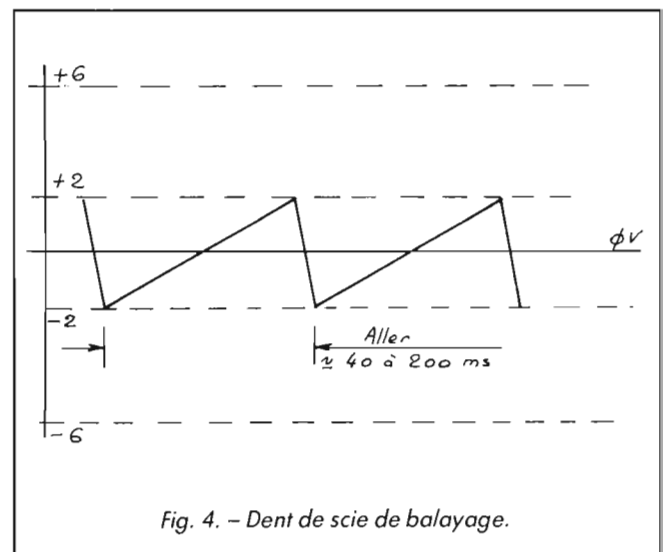
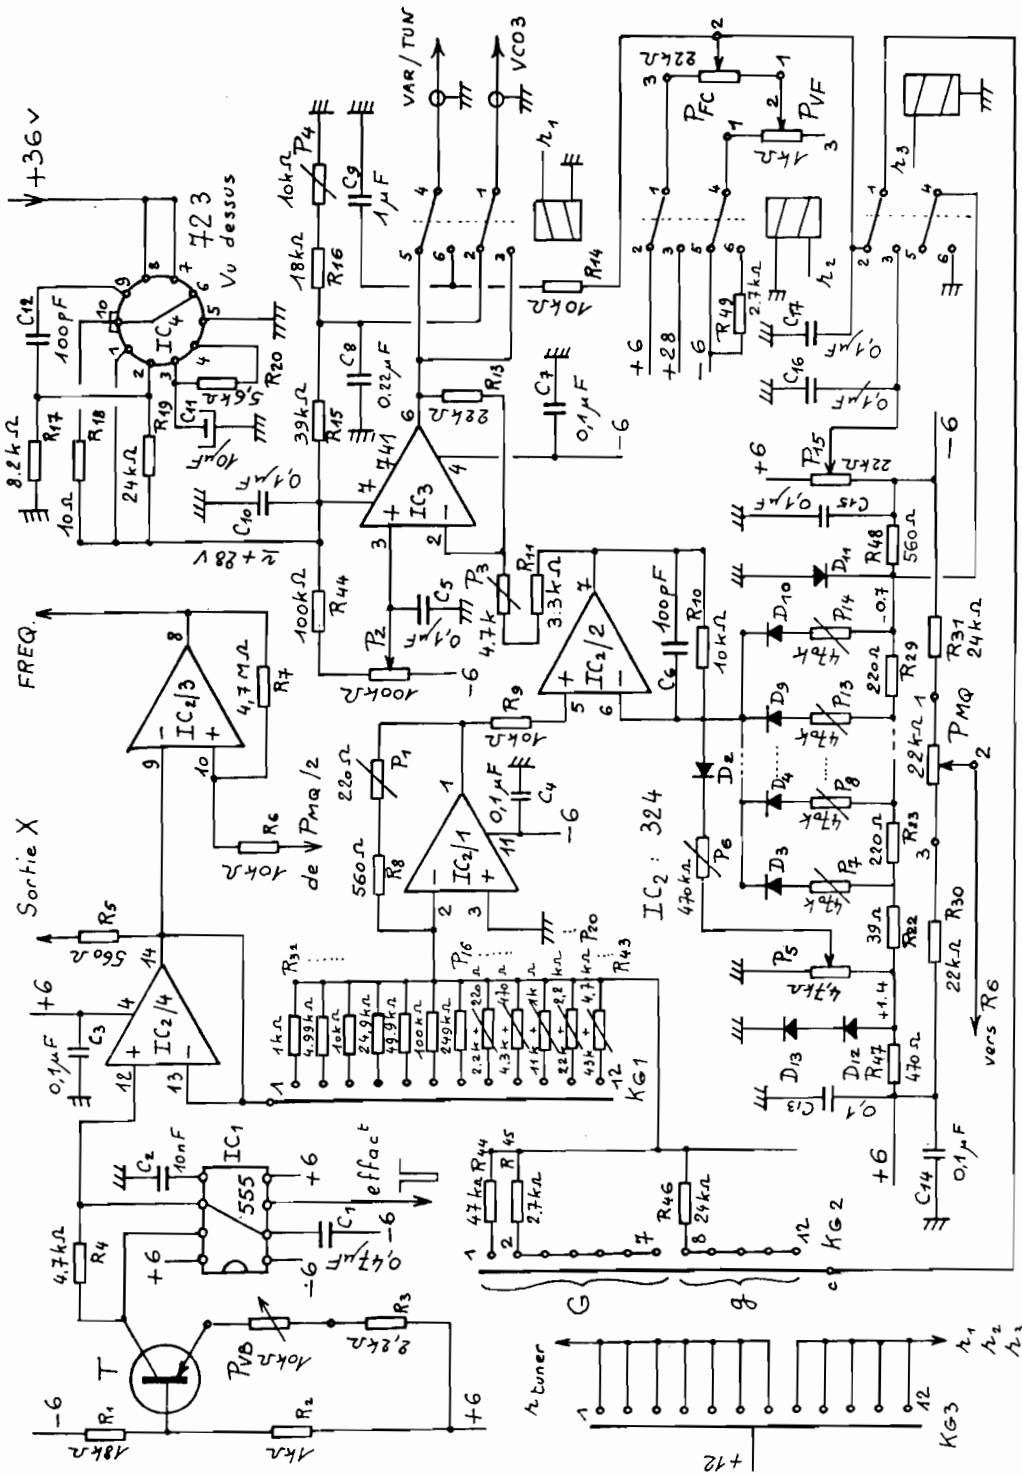

Fig. 4. - Dent de scie de balayage.
Fig. 3. - Synoptique du générateur de rampes.
Se reporter à la figure 3 montrant une certaine complexité ! La rampe linéaire de balayage est générée par IC₁, un banal 555, associé au transistor T, un PNP monté en générateur de courant constant. La valeur de ce courant est déterminée par le réglage du potentiomètre P_{VB}. Le condensateur C₁ se charge ainsi très linéairement à travers R₄ et T, jusqu'à atteindre une tension égale aux 2/3 de la tension d'alimentation de IC₁, connecté entre + et - 6 V. La tension de C₁ monte donc jusque 2/3 (12) + (-6) = 8 - 6 = + 2 V. A ce niveau, IC₁ bascule et décharge C₁ à travers R₄ jusqu'à descendre au 1/3 de la tension d'alimentation, soit 1/3 (12) + (-6) = 4 - 6 = - 2 V. La dent de scie évolue ainsi entre + 2 V et - 2 V, comme on le voit en figure 4.